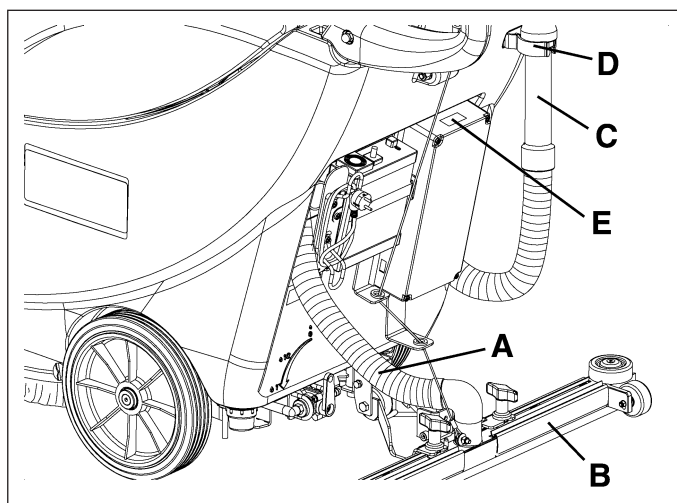

Figure 8
5. Déconnecter le tuyau d'aspiration (A, Fig. 8) de l'embouchure (B).
6. Déconnecter le tuyau de vidange de l'eau de récupération (C, Fig. 8) du support (D).
9. Installer les batteries sur la machine selon le schéma (E, Fig. 8).